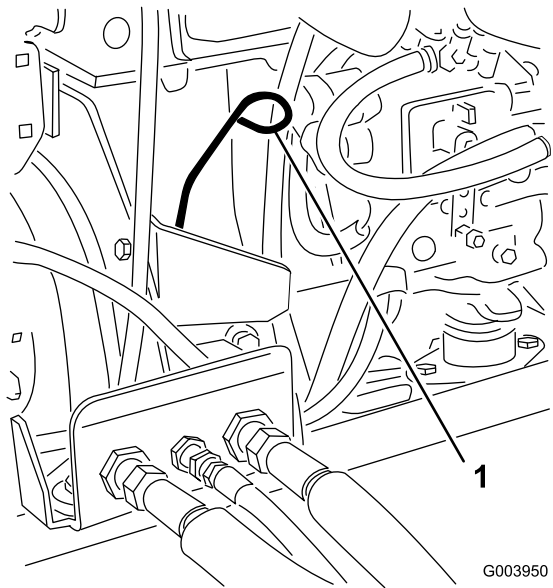

Bild 30
3. Nehmen Sie den Peilstab heraus und wischen Sie ihn ab. Stecken Sie ihn dann ein (Bild 30).